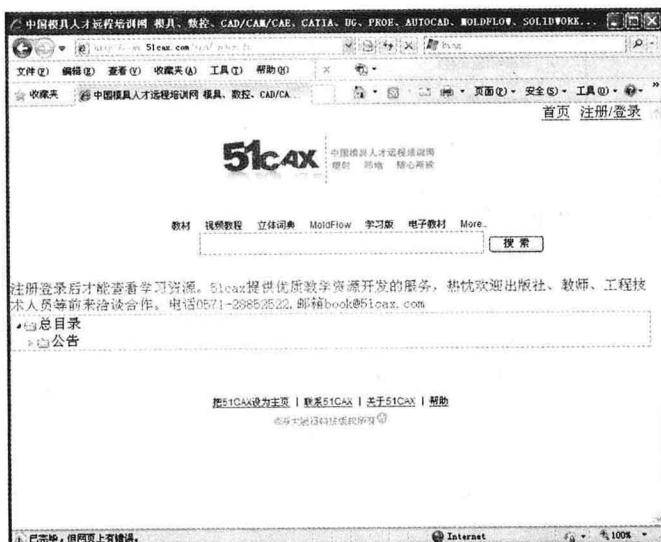

图 1
(1) 打开 [www.51cax.com](http://www.51cax.com) 网站, 如图 1 所示。